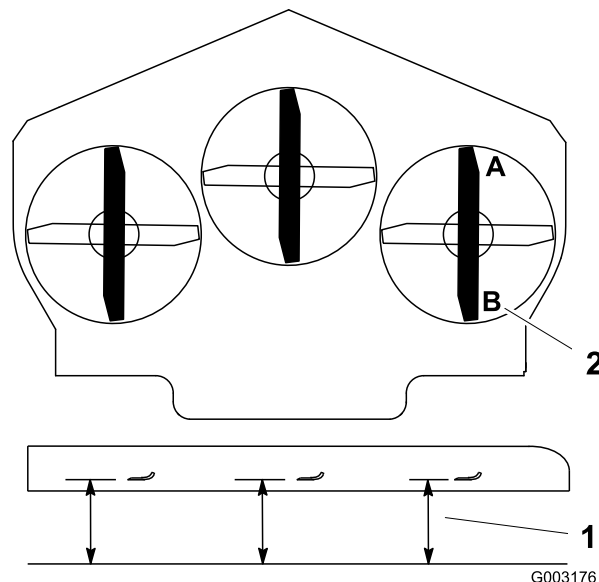

Figure 79
1. Tournez la lame droite dans le sens longitudinal (Figure 79).
2. Mesurez la distance au point **A** entre la surface plane et le tranchant de la pointe de la lame droite (Figure 79).
4. Mesurez la distance au point **B** entre la surface plane et le tranchant de la pointe de la lame droite (Figure 79).
6. La lame doit être plus basse de 6 à 10 mm au point **A** qu'au point **B** (Figure 79). Si ce n'est pas le cas, passez aux étapes suivantes.